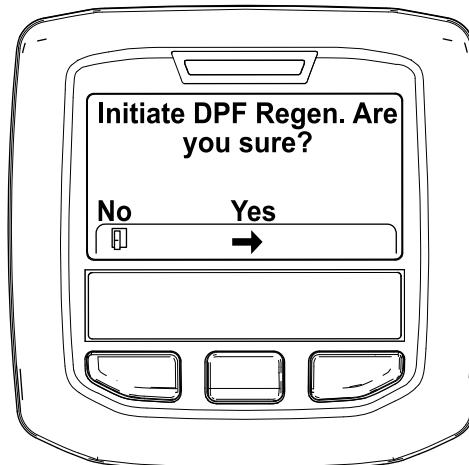

Figura 47
4. Quando viene visualizzato il messaggio "Inizializzare Rigen. FAP?" premete il pulsante centrale (Figura 47).